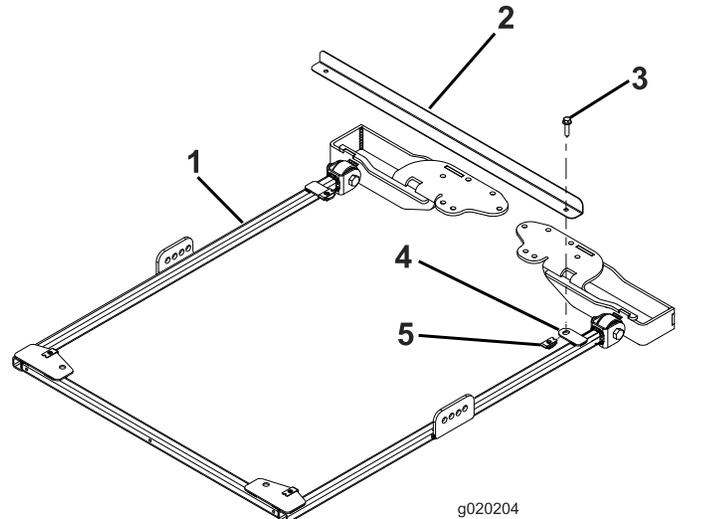

Bild 34
- Zum richtigen Ausfluchten des Rahmens befestigen Sie die Rahmenausfluchtungsstange mit zwei Bundkopfschrauben ($\frac{5}{16}$ " x $1\frac{1}{4}$ ") an den Befestigungsnasen hinten am Sonnendachrahmen, wie in Bild 34 abgebildet.